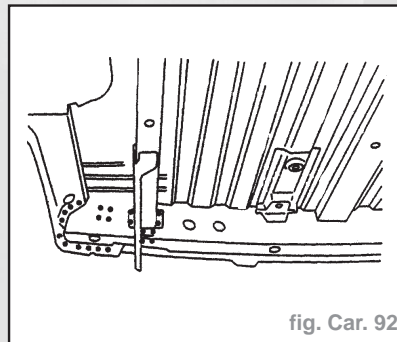

fig. Car. 92
- Souder par points "bouchon" Mag (fig. Car. 92).